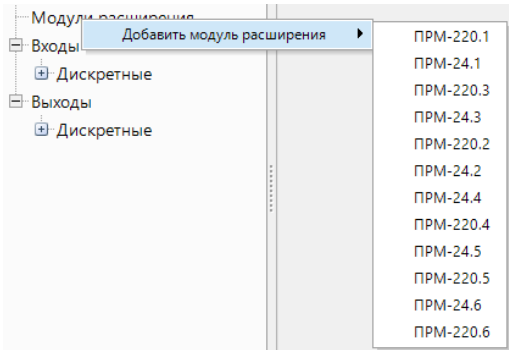

Рисунок 7.1 – Подключение модуля в OwenLogic
- 2. Выбрать пункт меню **Прибор/Настройка прибора**. Далее нажатием правой кнопки мыши по пункту меню «Модули расширения» вызвать меню. Выбрать модуль из списка (см. рисунок 7.1).